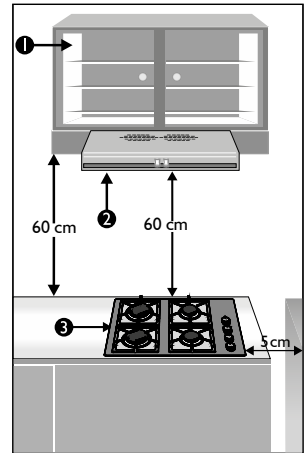

Figura 6
- La distancia entre la base de la campana (2) y la mesa del producto (3) debe ser de 60 cm, para que la campana funcione de manera eficiente y segura. Igualmente, se debe cuidar que la distancia entre los gabinetes que soportan la campana y la mesa del producto conserven la misma distancia. (Ver figura 6).
- Se debe mantener una distancia mínima de 5 cm entre la Estufa de empotrar, las paredes horizontales adyacentes y otros materiales combustibles. (Ver figura 6).